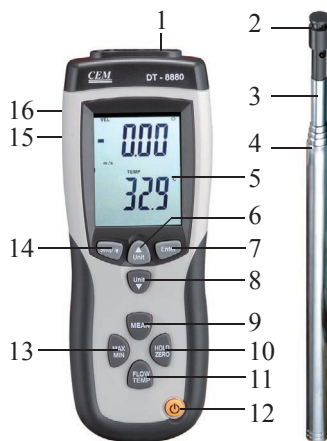

Рис. 1
- a. Подключите телескопический шуп 4 к гнезду 1 (см. рис. 1).